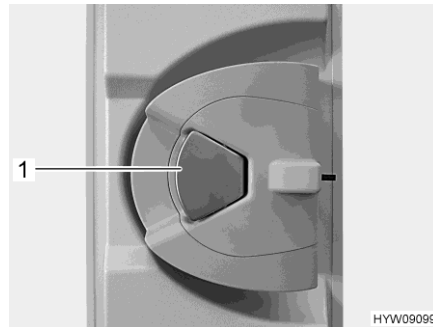

Bild 29 Dörrlås (ingångsdörr insida)
- Om dörrlåset är låst: Dra en gång i dörrhandtaget (Bild 29,1). Dörren är upplåst.
- Drag i dörrhandtaget (Bild 29,1). Dörren är öppen.
- Tryck ned dörrhandtaget (Bild 29,1).